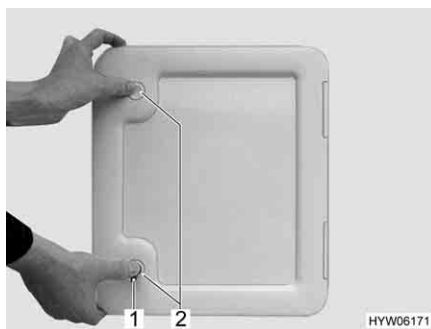

Fig. 26 Sportello per la cassetta Thetford
- Inserire la chiave nel cilindro della serratura a pressione (Fig. 26,1) e ruotare di un quarto di giro.
- Premere contemporaneamente con i pollici entrambe le serrature a pressione (Fig. 26,2) e aprire lo sportello della cassetta Thetford.
- Inserire la chiave nel cilindro della serratura (Fig. 26,1) e ruotare di un quarto di giro.